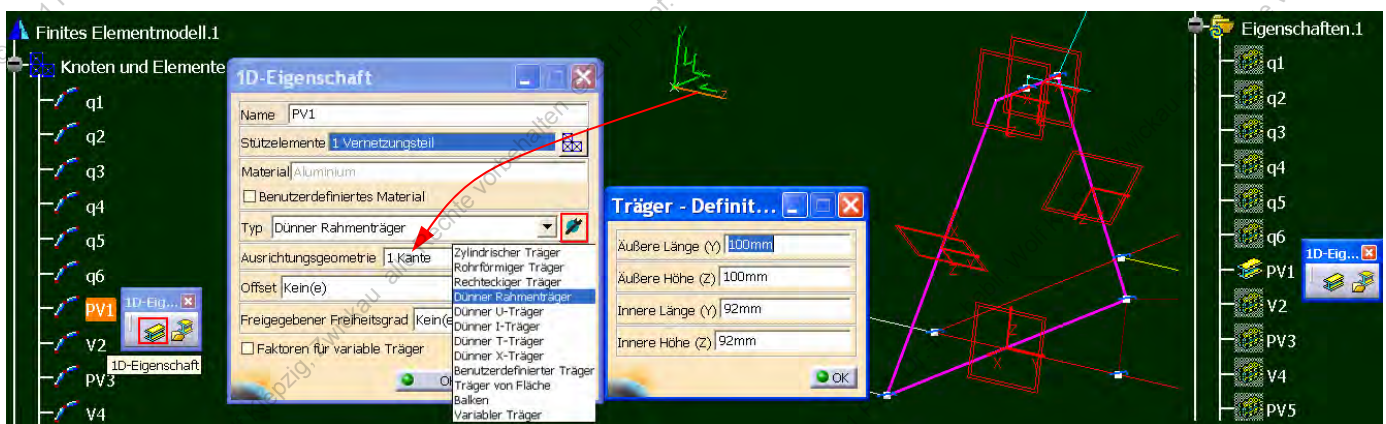

Bild 162: Netz PV1 der Polylinie eine 1D-Eigenschaft des Typs „Dünner Träger“ zuweisen
- Den Netzen der Linienzüge 1D-Eigenschaften zuweisen, im Bild 162 am Beispiel der Polylinie\_Verb1\_viol.
- Ausrichtung: Linie selektieren, welche die lokale y-Achse zur Ausrichtung des Profils bestimmt, im Bild 162 die z-Achse des Koordinatensystems.